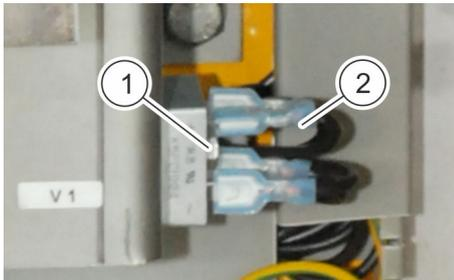

Abb. 36: Gleichrichter austauschen
3. Kabelsteckverbindungen (Abb. 36/2) einzeln trennen und markieren sowie lagerichtig wieder auf den neuen Gleichrichter aufstecken.
4. Defekten Gleichrichter ausbauen. Dazu die Sechskantschraube M5x8 (Abb. 36/1) lösen.